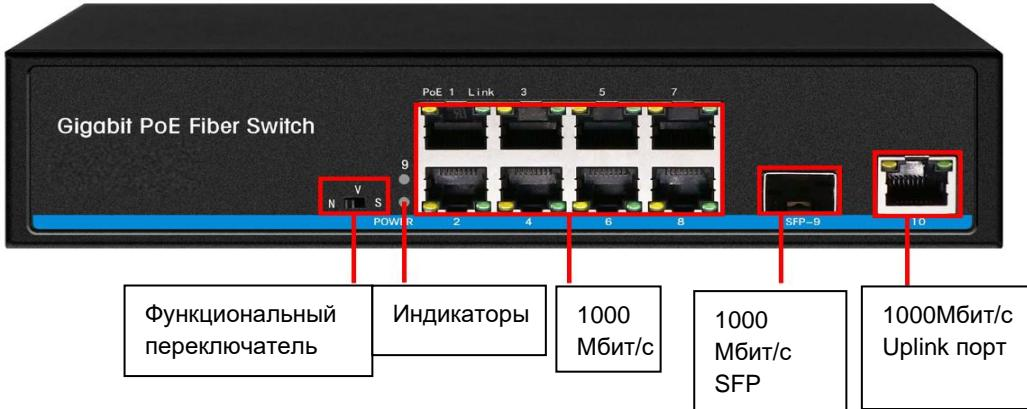

Рисунок 4 - общий вид коммутатора
- Посредством сетевых кабелей подключите IP-видеокамеры с питанием PoE к портам Ethernet (см. рисунок 4).
- Возьмите оптоволоконный разъём и плавно вставьте его в гнездо порта SFP коммутатора (см. рисунок 4).
- Используйте порты Uplink для подключения к ним компьютеров или IP-videoregistratorov (см. рисунок 4).
- Убедитесь в наличии питания на входе коммутатора - индикатор «Питание» (см. рисунок 4) должен светиться.